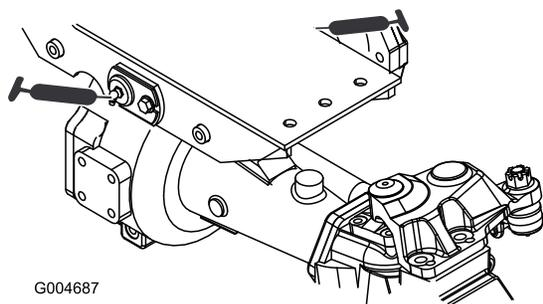

Figura 36
- Boccole orientabili (2) dei ponti anteriore e posteriore (Figura 36)